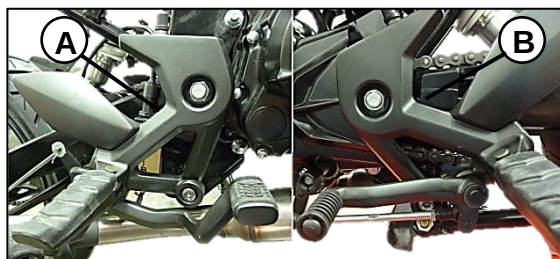

Fig. 11
Los posa pies delanteros derecho (A) e izquierdo (B) sirven como soporte funcional del pedal de freno y la palanca de cambios respectivamente; Quiere decir que la extracción se puede realizar en conjunto a cada lado. Fig.11